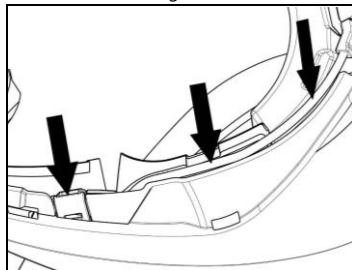

Fig. 13
- Sistemare il cavo all'interno del casco e posizionare la clip di fissaggio Destra nell'apposita sede (Fig. 13).